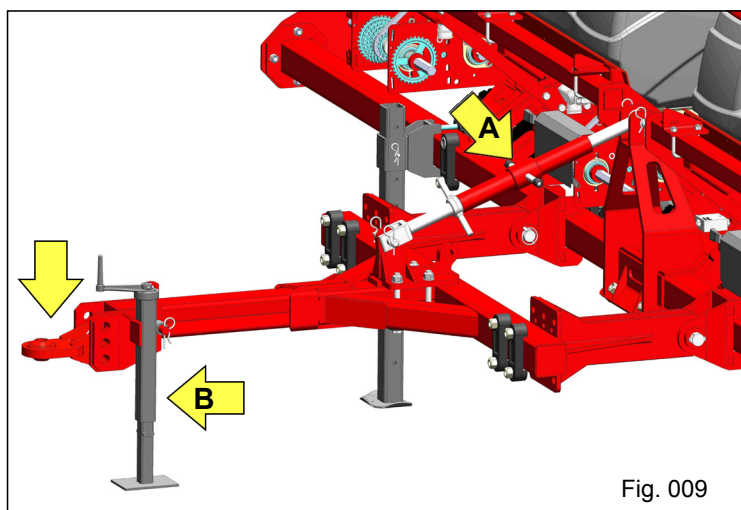
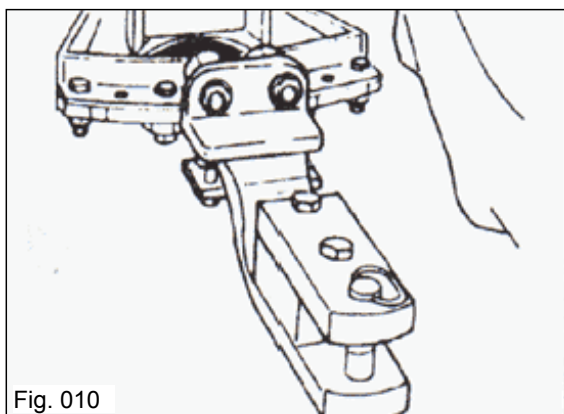
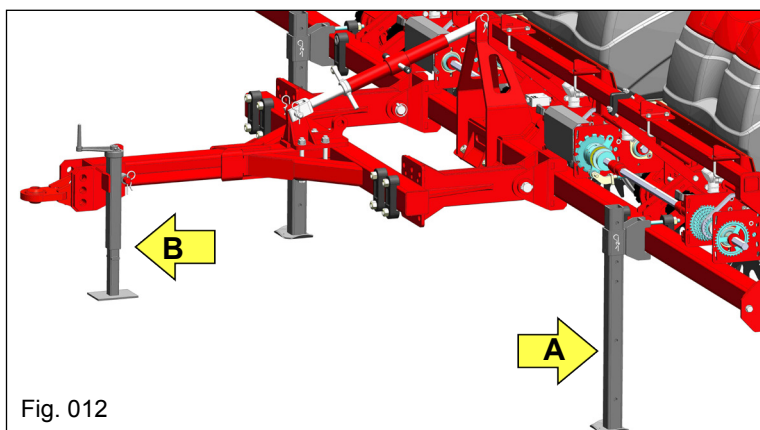

Fig. 009
Fig. 010
Fig. 012
- 3) Utilizando o regulador do cabeçalho "A" (Fig. 009), e o engate com rótula (Fig. 009) ajuste a altura do engate do cabeçalho à barra de tração do trator, a seguir efetue o engate da plantadora ao trator e trave o pino de engate com a trava de aço;
- 4) Acople o conjunto do levante mecânico "B" (Fig. 009) ao cabeçalho e ajuste-o ao solo de forma que mantenha o cabeçalho apoiado;
- 5) Acople o conjunto do engate ao cabeçalho (Fig. 009);
Antes de acoplar a plantadora ao trator, observe se o trator é dotado de jogo de pesos na frente ou lastros nas rodas dianteiras para evitar que o mesmo empine quando da operação com a plantadora. Verifique também o tipo de barra de engate que o seu trator possui. Para o acoplamento da plantadora, é necessário a utilização da barra de tração com degrau e cabeçote (Fig. 010) que oferece quatro opções para engate do implemento (Fig. 009):
Para efetuar o acoplamento da plantadora ao trator, é necessário que os pés de apoio "A" e o levante mecânico "B" (Fig. 012) estejam fixos e apoiados ao solo.
- Nivele o cabeçalho da plantadora em relação a barra de engate do trator, utilizando o regulador do cabeçalho "A" (Fig. 009) e o levante mecânico "B" (Fig. 012).